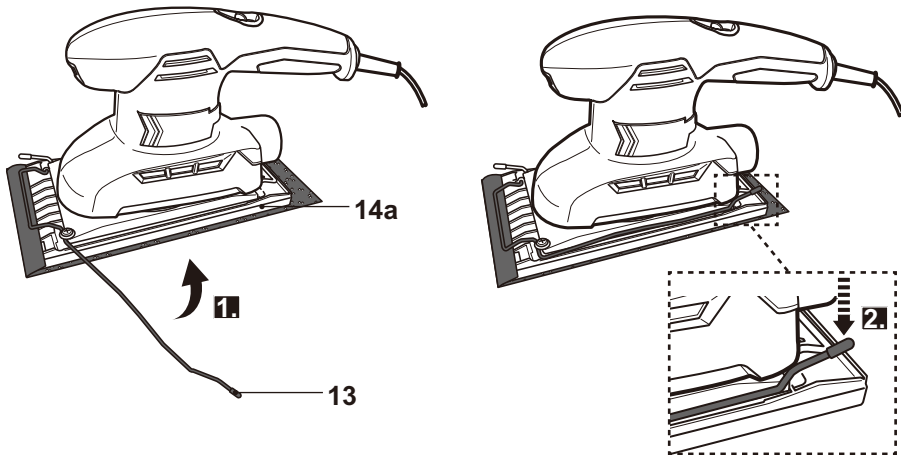

Fig. 13
> Levante la palanca de sujeción (13) hacia arriba a lo largo de la placa base (14 a) y después, presiónela hacia abajo para engancharla (Fig. 13).